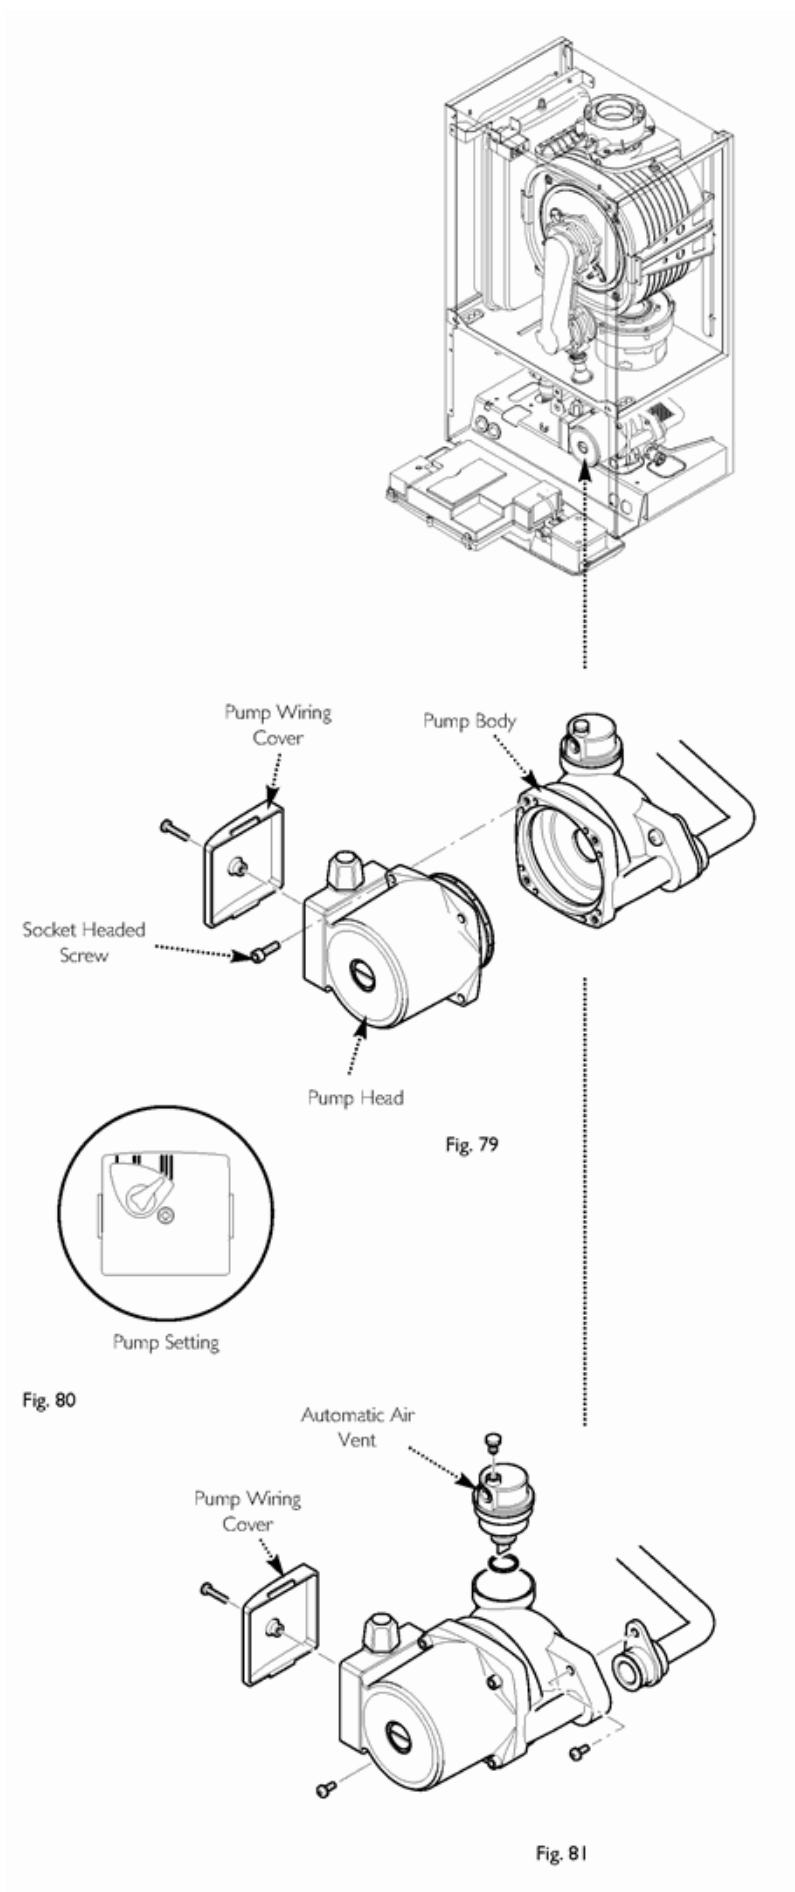

Fig. 79, Fig. 80 and Fig. 81
14.13 Pump - Head Only (Fig. 79)